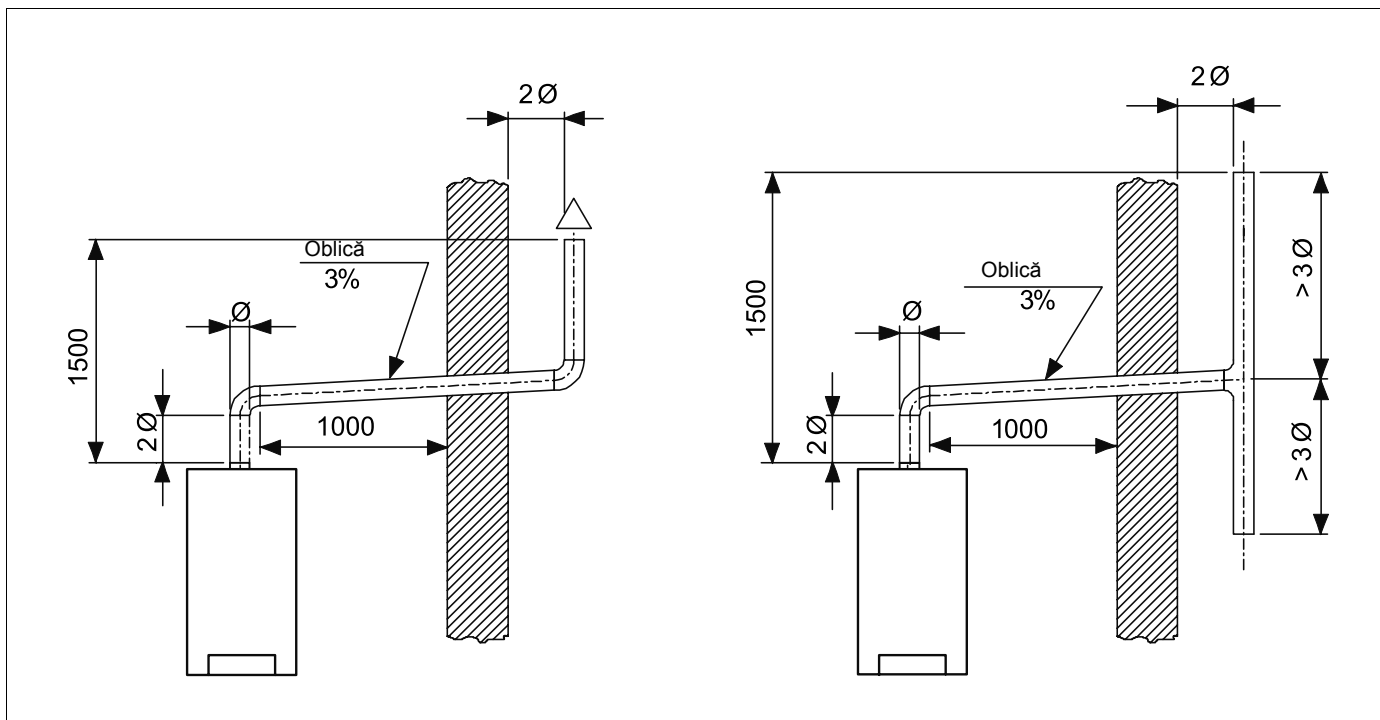

Fig. 10 Sisteme privind gazele arse (unități de măsură în mm)
- Între racordul la cazanul de încălzire și piesa de capăt a evacuării gazelor arse trebuie lăsată o diferență de înălțime de cel puțin 1,5 m (Fig. 10).